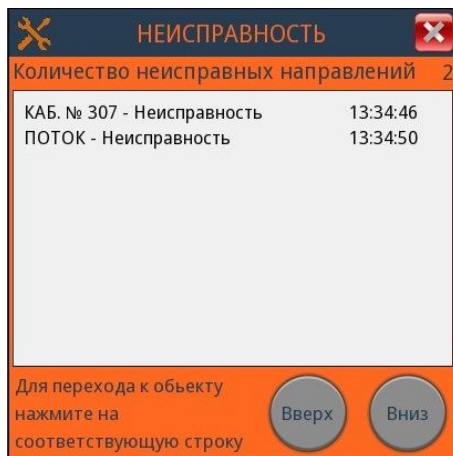

Рисунок 33 – Вид окна «Неисправность»
13.3 При нажатии на иконку «Неисправность» откроется всплывающее окно «Неисправность» (рисунок 33). В данном окне отображается список направлений имеющих неисправности на данный момент времени (если такие имеются).